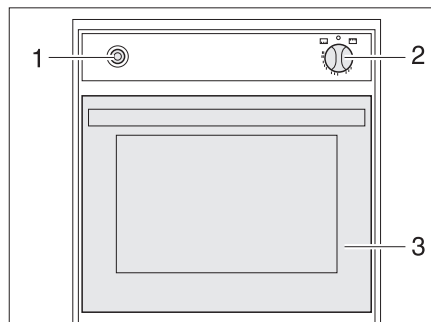

Fig. 314 Four à gaz (Spinflo)
- Ouvrir entièrement le portillon du four (Fig. 314,3).
- Enfoncer légèrement le bouton tournant (Fig. 314,2) et le placer sur "four" ou "GRILL" (grill).
- Enfoncer le bouton tournant (Fig. 314,2) et le maintenir enfoncé pendant 5 à 10 secondes. Le gaz s'écoule vers le brûleur.
- Appuyer plusieurs fois sur l'interrupteur d'allumage (Fig. 314,1) jusqu'à ce que la flamme se consume.
- Tourner le bouton tournant (Fig. 314,2) sur "O". La flamme s'éteint.